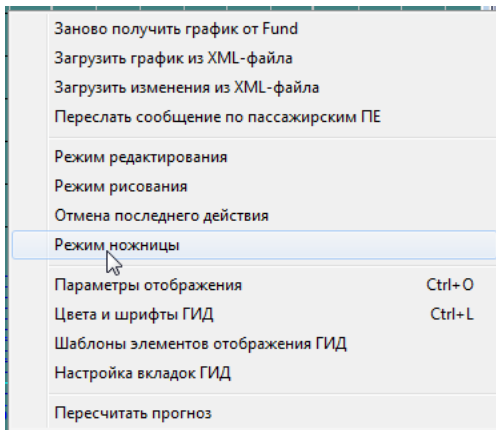

Рис.84. Выбор режима ножницы
1. Щелкнуть по иконке , или выбрать пункт всплывающего меню «Режим ножницы» (см. рис. 84). Указатель нити примет вид .